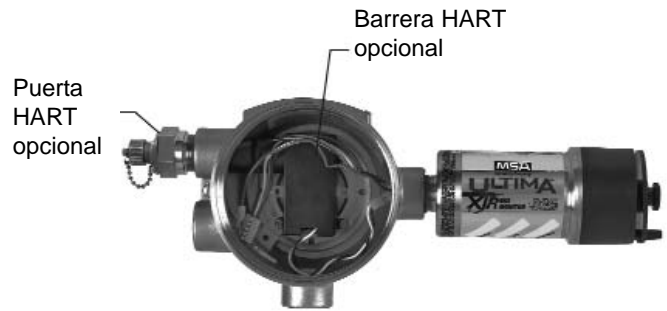

Figura 1
1. Quite la tapa y la electrónica de la caja (FIGURA 1).
3. Conecte el cable de alimentación de 8 a 30 VCC a J8-1 (FIGURA 1).